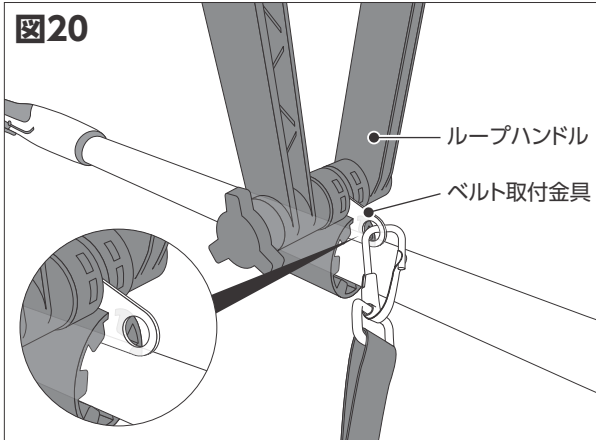

図21
- ③金属刃若しくは樹脂ブレードが地面と水平になるように肩掛けバンドの長さを調節してください。(図21)
- ④フック及びワンタッチ安全バックルを引っ張って抜けないことを確認してください。